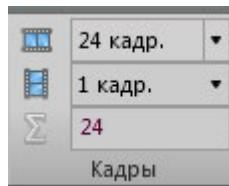

Рисунок 8
- Выбрать желаемое количество кадров (рис.8).
2. Выбрать желаемое количество кадров (рис.8).